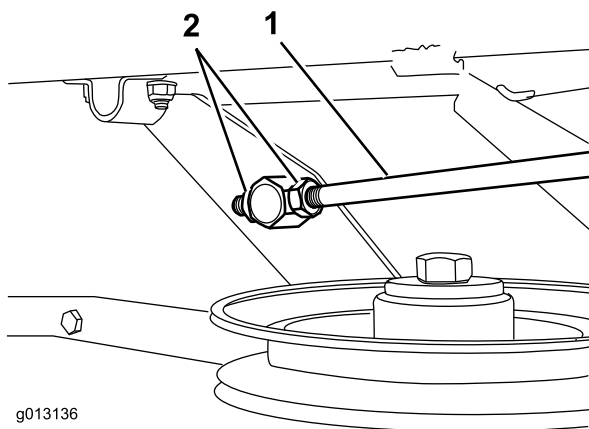

Figure 44
- Pour obtenir la hauteur correcte entre les pointes avant et arrière de la lame gauche, ajustez la longueur de la biellette (située sur le côté gauche de la machine) (Figure 44).